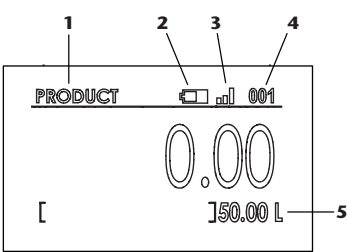

Fig. 8
Cuando se lanza una transacción en el sistema la pantalla muestra el modo transacción (Fig. 8) en el que se puede ver la cantidad preseleccionada (5).